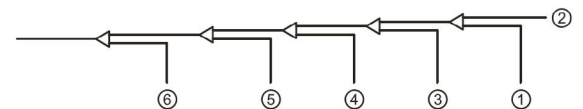

Fig. 14-15
8. Rincez les autres ouvertures de la même manière, en procédant dans l'ordre, de l'unité intérieure A vers les unités extérieures. Voir Fig.14-15